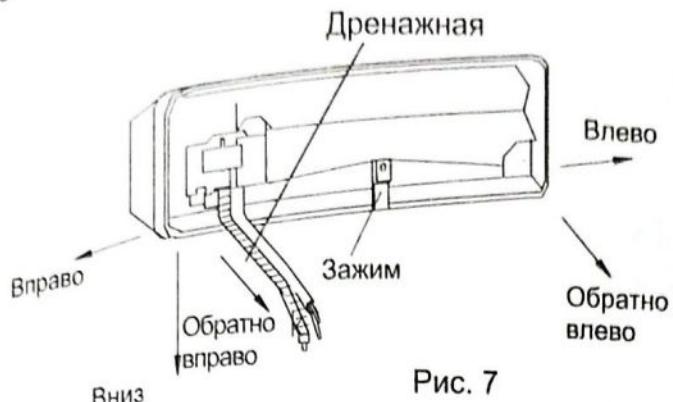

Рис. 7
Примечание: 1. График (слева) для установки сливного шланга. Обратитесь к Рис. 7.
1. Подключение правой обратной трубы (похожей на правую нижнюю трубку) является optionalным. Обратитесь к Рис. 7.